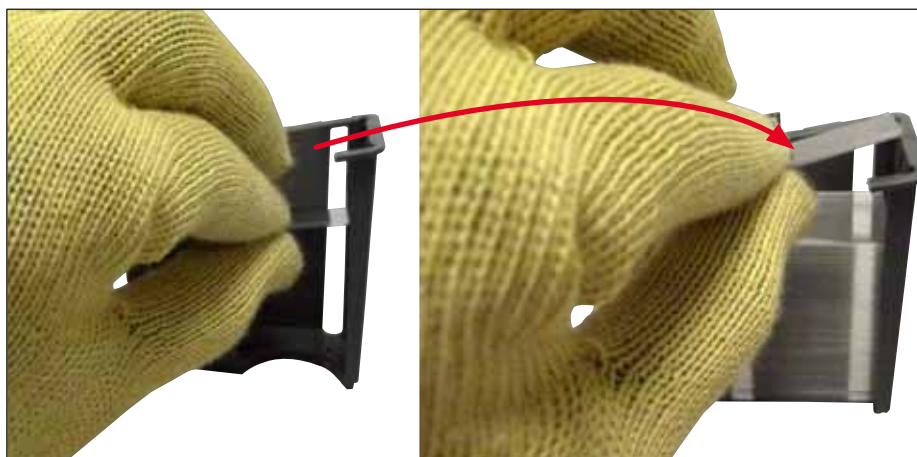

Fig. 64
- Veillez à insérer les lamelles couvre-objet correctement dans le chargeur (→ Fig. 64).